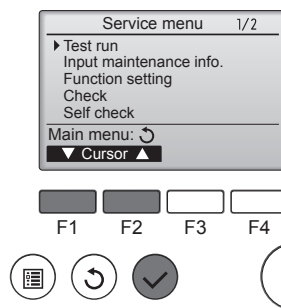

Fig. 7-1
- 1 W menu serwisu wybrać pozycję "Test run" (Ruch próbny), a następnie nacisnąć przycisk [WYBIERZ]. (Fig. 7-1)